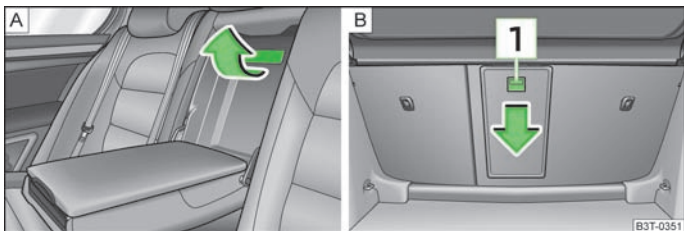

Abb. 100 Rücksitze: Deckelgriff / Gepäckraum: Entriegelungstaste
- › Den Griff bis zum Anschlag nach oben ziehen und den Deckel nach unten klappen » Abb. 100 - A.
- › Die Entriegelungstaste **1** » Abb. 100 nach unten schieben und den Deckel (mit der Armlehne) nach vorn klappen.